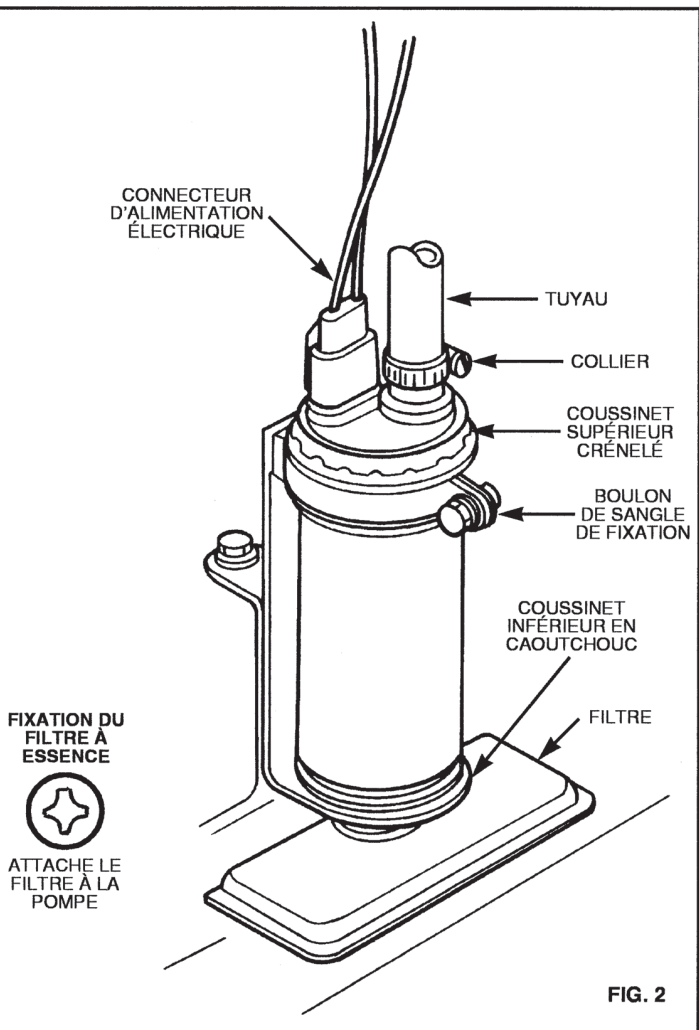

FIG. 2
E) Desserrer la sangle de fixation et déposer la pompe à essence. Retirer les deux coussinets en caoutchouc de la pompe. Garder les boulons de fixation et les deux coussinets en caoutchouc. Jeter la pompe et le filtre. VOIR FIG. 2